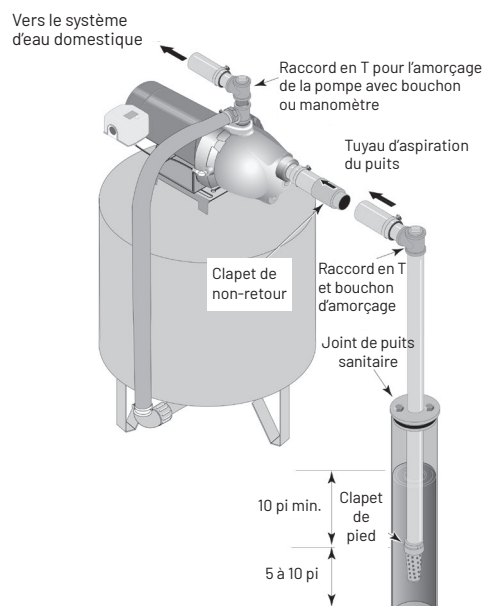

Figure 2 : Installation de puits tubés
2. Assemblez le clapet de pied, la crépine et le tuyau du puits (figure 2). Assurez-vous que le clapet de pied fonctionne librement.
4. Installez un raccord en T, un bouchon d'amorçage et un tuyau d'aspiration sur la pompe (figure 2). Utilisez le moins de raccords possible (en particulier les raccords soudés) pour raccorder le tuyau du puits à l'orifice d'aspiration de la pompe, car les raccords augmentent la friction dans le tuyau. Ajoutez un clapet de pied (figure 2). Le diamètre du tuyau d'aspiration doit être au moins égal à celui de l'orifice d'aspiration de la pompe. Utilisez un ruban d'étanchéité pour filetage de tuyaux en PTFE sur les joints de tuyaux filetés.